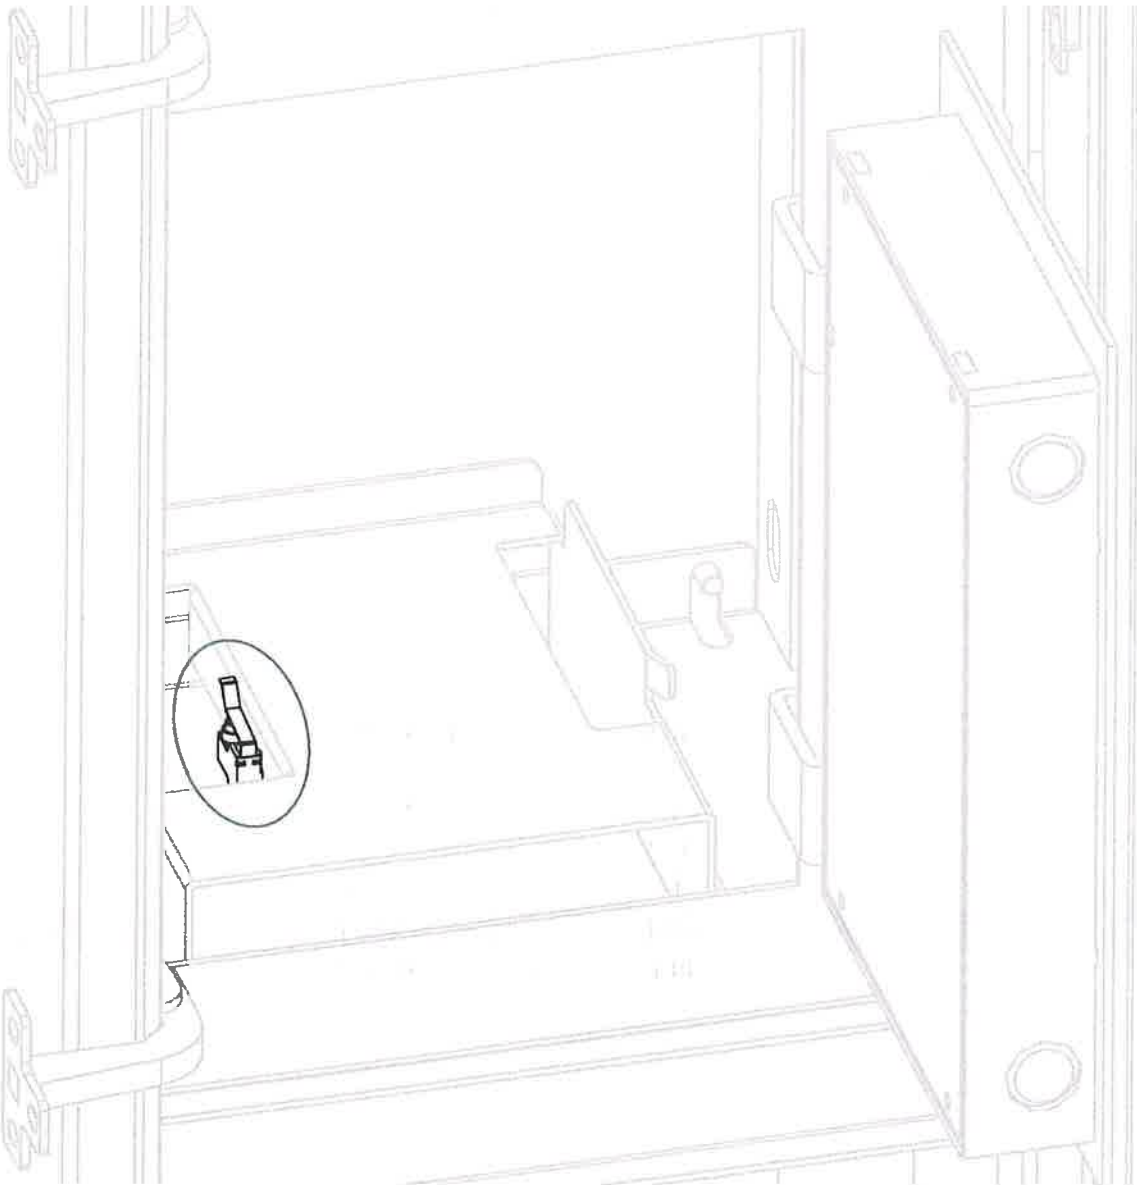

Figura 40 - Posição do sensor de deteção do cofre.
O compartimento do cofre possui um sensor instalado que permite o registo e a deteção automática da remoção do moedeiro, como mostra a Figura 40.
4. Localizar o sensor de deteção do cofre na parte inferior do compartimento do cofre, conforme a Figura 40;
1. Colocar o sensor na sua posição, conforme a Figura 40;